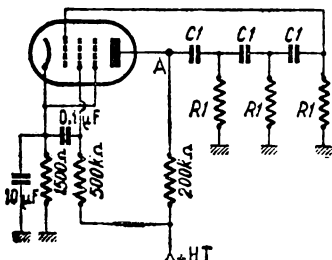

Fig. 1. — Phase-shift oscillator. On peut reprendre la d.d.p. alternative entre A et la masse.
**Alignement.** — La section accord du C.V. double comporte un trimmer qui doit être ajusté en P.O. Par contre, les trimmers oscillateurs P. O. et G. O. sont montés sur le bloc (à gauche, schéma figure 1, trimmer P. O. en haut). A droite se trouvent, sur la même figure, et de haut en bas: le noyau accord P. O., le noyau oscillateur P. O. et le noyau oscillateur G. O.
tiennent « phase-shift oscillator », dont l'entretien des oscillations est obtenu par un réseau de trois condensateurs et trois capacités. Le schéma de base est donné figure 1.
Pour qu'une lampe oscille, il suffit de réinjecter en phase, dans la grille, une partie de l'énergie recueillie sur la plaque. C'est ainsi que l'on considère en gros le phénomène. Dans les montages résistances-capacité habituels, on utilise à cette fin une lampe de couplage et un réseau sélectif. Il est absolument nécessaire d'utiliser une lampe de déphasage. Par contre, on obtient facilement un générateur avec une seule lampe grâce au réseau de la figure 1. Chaque groupe résistance-capacité déphase de 60° environ, si bien que l'ensemble déphase de 180°. Si la lampe a suffisamment de gain, elle oscille. La forme d'onde est bonne, et la stabilité excellente.
Partant du schéma de la figure 1, nous avons essayé de réaliser des générateurs d'abord à points fixes, ensuite à fréquence continuellement variable.